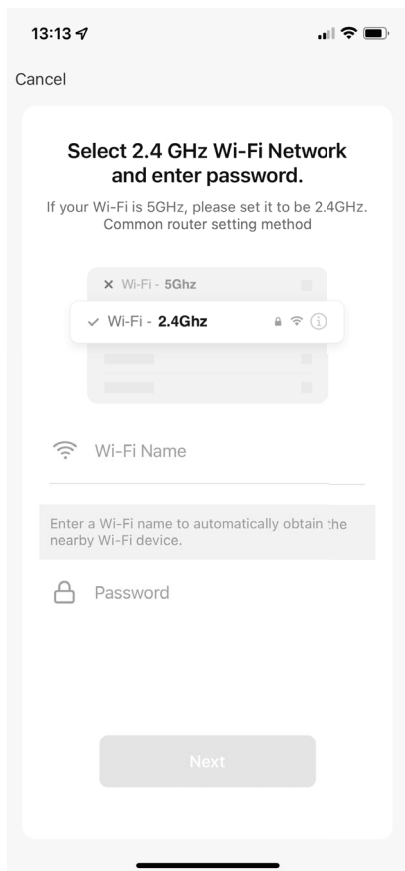

Fig. 3
- En el siguiente paso, entre la contraseña de su red wifi (**fig. 3**) y después pulse SIGUIENTE.